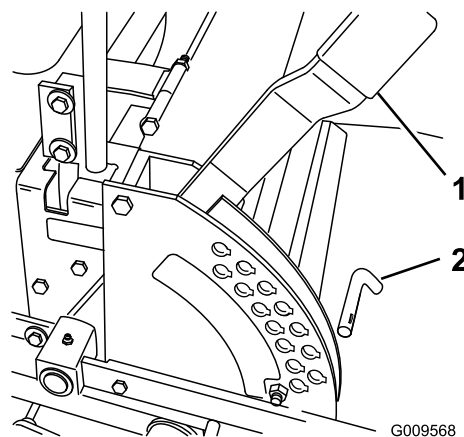

Figura 30
1. Eleve a alavanca da altura de corte para a posição de TRANSPORTE (também a posição da altura de corte de 127 mm) (Figura 30).
2. Para ajustar, remova o pino do suporte da altura de corte (Figura 30).
3. Selecione um orifício, no suporte da altura de corte, que corresponda à altura de corte desejada e insira o pino (Figura 30).